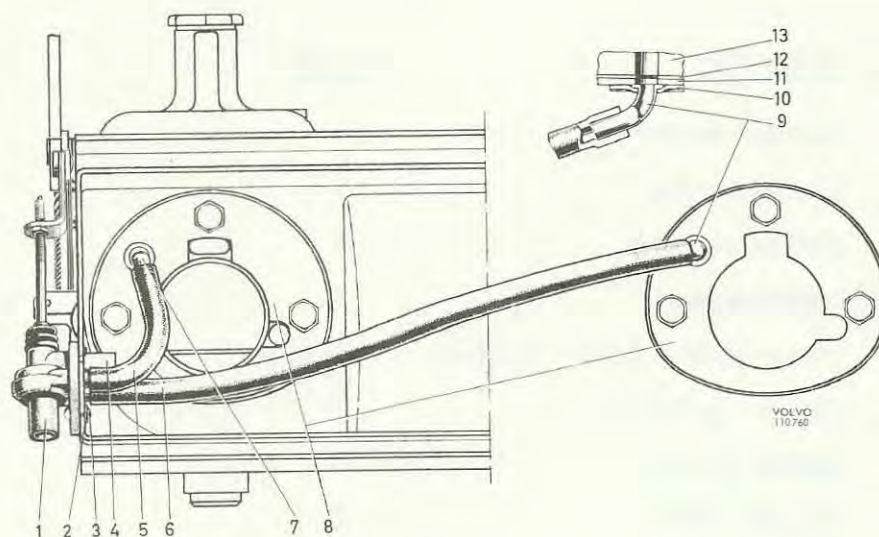
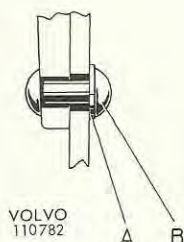

Bild 5. Slanganslutningar för Stromberg-förgasare
Bild 8. A. Bricka 955890
2. Placera de tre raka slanganslutningarna (4 bild 5) i hålen i underdelen och nita fast varmstartventilen i denna med lämplig 1/8" nit. Använd bricka 955890 (se bild 8).
4. Placera de två slanganslutningarna (7 och 9 bild 5) i brickorna (8) för luftrenarens underdel. Montera slangarna (0,065 m och 0,235 m) på resp. anslutningar i varmstartventil och för flottörhuskanaler.